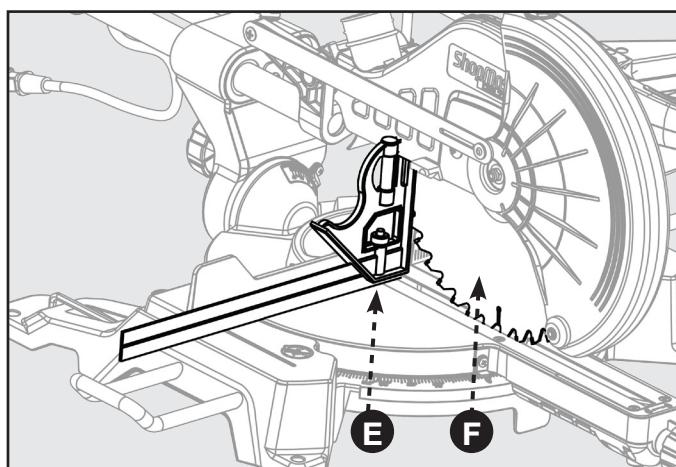

FIGURE 12
Reportez-vous à la figure 12.
7. Placez une équerre à combinaison (E) contre la table et la face de la lame de scie (F).
9. Le bord de l'équerre et la lame de scie doivent être parallèles, comme illustré à la figure 12.